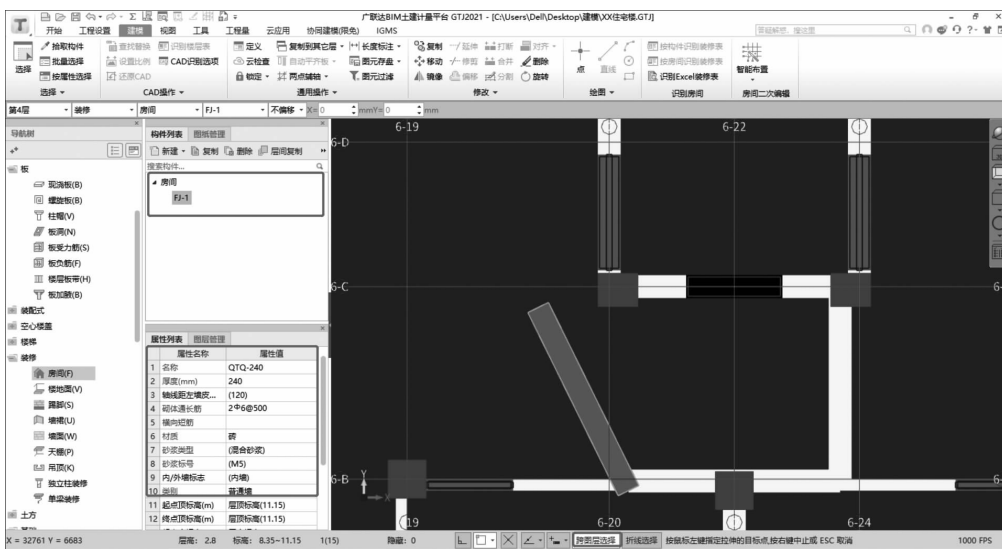

图 1-13 跨图层编辑
(2) 新增提升效率功能。
① 跨图层编辑(选择、修改)。建模时按图层进行绘制;编辑或选择时,无需切换图层(见图 1-13),比较直接、方便。而在 GGJ2013/GCL2013 中无法直接编辑,必须切换到对应构件的图层,并且需要通过 F3 键或块操作进行跨图层编辑,但范围和图元又不好选择。